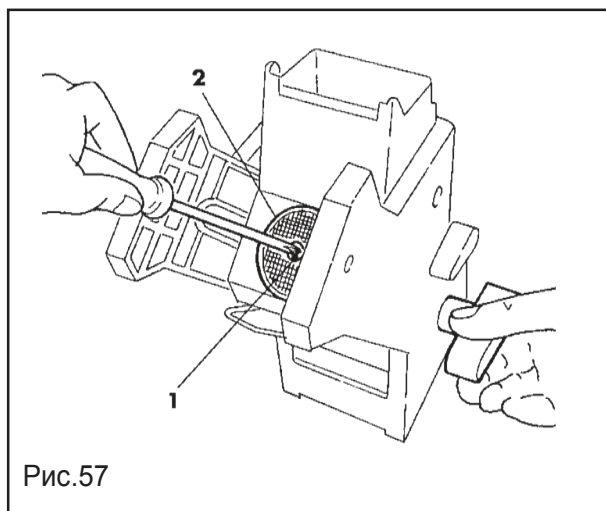

Рис.57
- вращать нижний фильтр вручную поставленным с автоматом ключом пока он не будет вровень с чашкой (Рис. 57).
- отвернуть винт (1) и заменить фильтр (2) (Рис. 57).